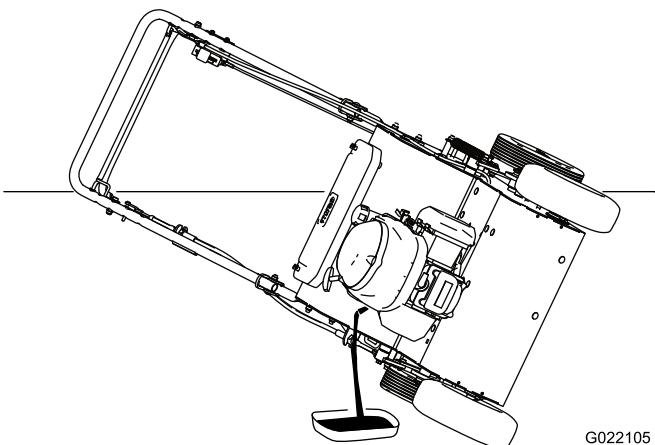

Figura 27
- Ponga la máquina de lado, con el filtro de aire hacia arriba, para drenar el aceite usado a través del tubo de llenado de aceite (Figura 27).